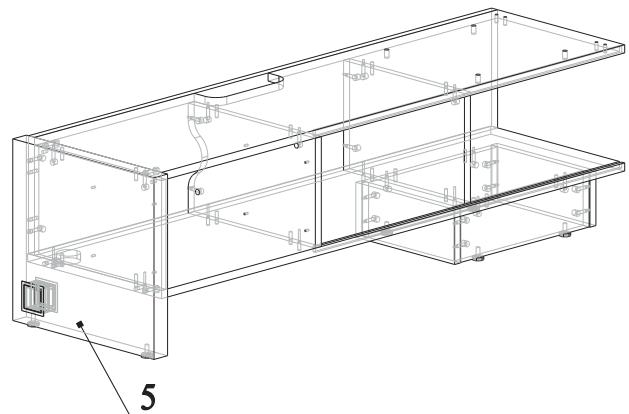

Рис.21
46. Соединить детали 9, 10 и 11 с деталью 5, затянуть эксцентрики по часовой стрелке до упора (рис.21)